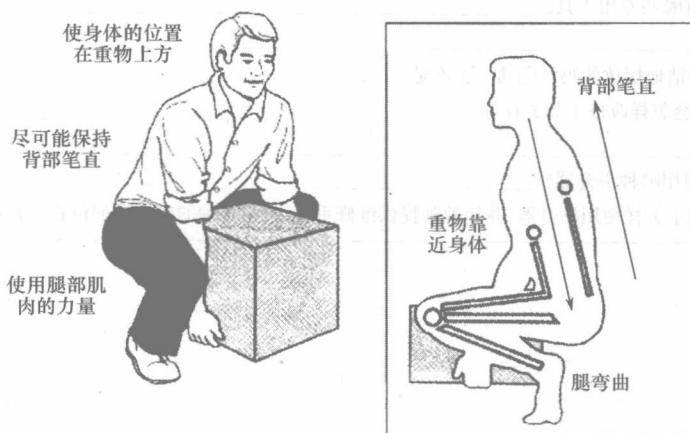

图 1-1-7 搬抬重物的规范操作
(5)将你的身体紧贴重物,保持你的背和肘部笔直,如图 1-1-7 所示。